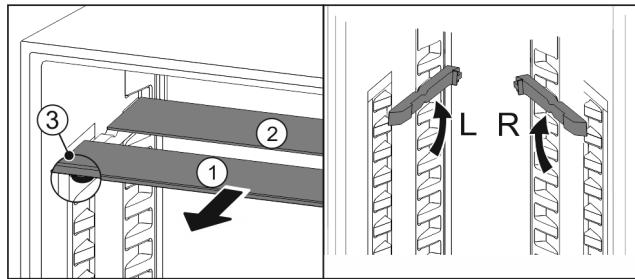

Fig. 27
- По одной извлеките Fig. 27 (1) стеклянные панели движением вперед.
- Стеклянная панель Fig. 27 (1) с декоративной планкой лежит спереди.
- ▷ Стопоры Fig. 27 (3) показывают вниз.